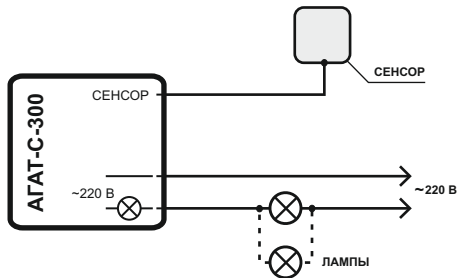

Рис.1. Схема монтажа
6.1. Установку светорегулятора «Агат-С-300» производить в общем случае согласно схеме (рис. 1).